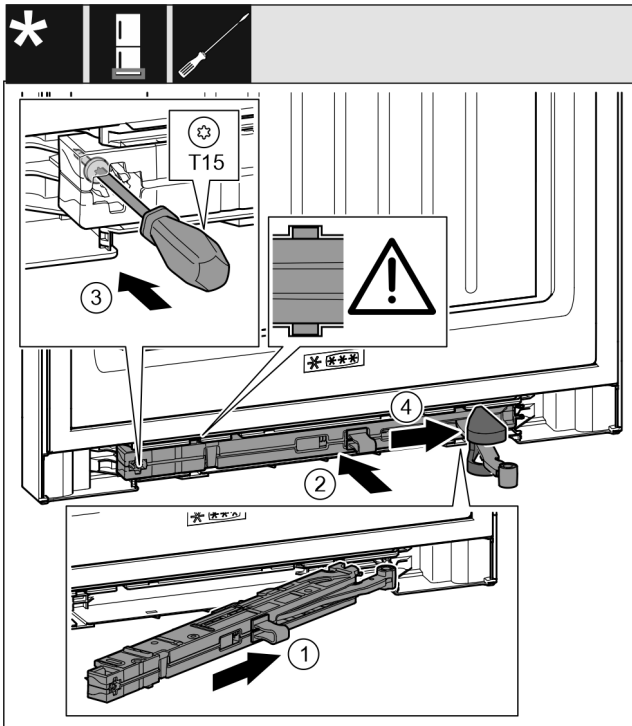

Fig. 46
- ▶ Skyv lukkedemperenheten på skrått inn i utsparingen på lagerbukksiden, til endepunktet. Fig. 46 (1)
- ▶ Skyv lukkedemperenheten helt inn i utsparingen. Fig. 46 (2)
- ▶ Skru fast skuren med en skrutrekker T15. Fig. 46 (3)
- ▶ Skyv dekselet over leddet. Fig. 46 (4)